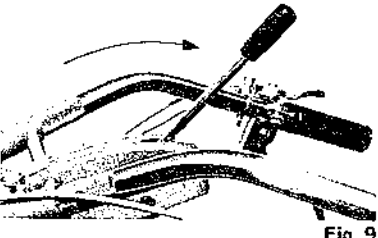

Fig. 9
- a) Désenclencher le levier d'embrayage. (Fig. 9)